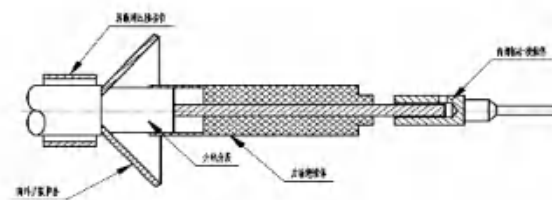
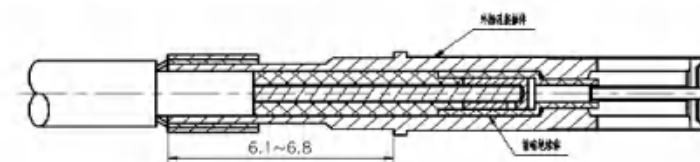

图 4.2-7
图 4.2-8
②按图 4.2-7 所示将压接套向后滑动到电缆外套上, 将屏蔽层张开, 将电缆绝缘介质剥去。将中心导体穿过绝缘体, 直到介质底部抵住绝缘体后端。将电缆中心导体穿入内插针接触件上。通过内插针接触件上的观察孔必须能到内导体。接触件必须抵住绝缘体前端。使用表 3 中所列的压接工具 M22520/2-01 和定位器 M22520/2-34 压接内插针接触件。
③如图 4.2-8 所示, 将图 4.2-7 内部组件装入外插针接触件至电缆屏蔽网, 直到内插孔接触件完全安装好。
④屏蔽网压接套管向前, 保证 6.1 ~ 6.8mm 的尺寸。剪去屏蔽网压接套管的前端多余的屏蔽网。